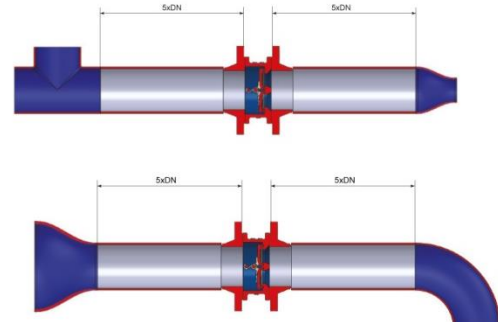

рис. 1
- Для стабильной работы клапана необходимо клапан устанавливать на прямолинейном участке трубопровода. Длина прямолинейного участка до и после клапана должна быть не менее 5 x DN (рис.1). Также необходимо учитывать гидравлические характеристики клапанов (см. диаграммы).